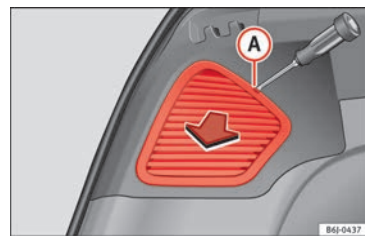

Fig. 198 Luci laterali.
- Rimuovere la copertura con un cacciavite dalla punta piatta collocato nella scanalatura indicata **A** » **fig. 198**.